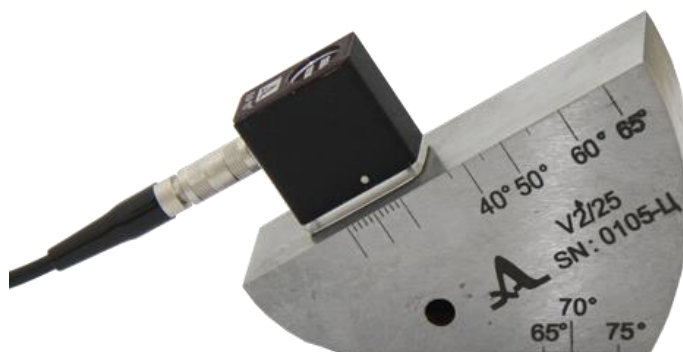

Рисунок 9
- для определения задержки в призме преобразователя просканировать радиусную часть (R50) образца V2/25 со стороны длинной грани (рисунок 9), получить временную огибающую сигналов (рисунок 10) и нажать клавишу  ;